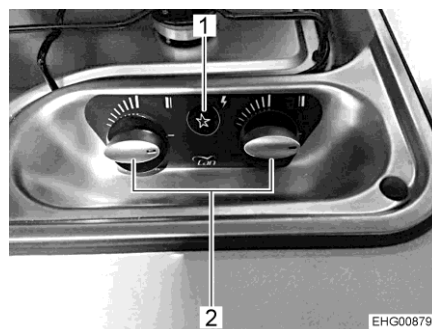

Fig. 143 Boutons de commande pour le réchaud à gaz
- Tourner le bouton tournant (Fig. 143,2) du brûleur désiré en position d'allumage (grande flamme).
- Appuyer sur le bouton-poussoir (Fig. 143,1). Le brûleur produit des étincelles.